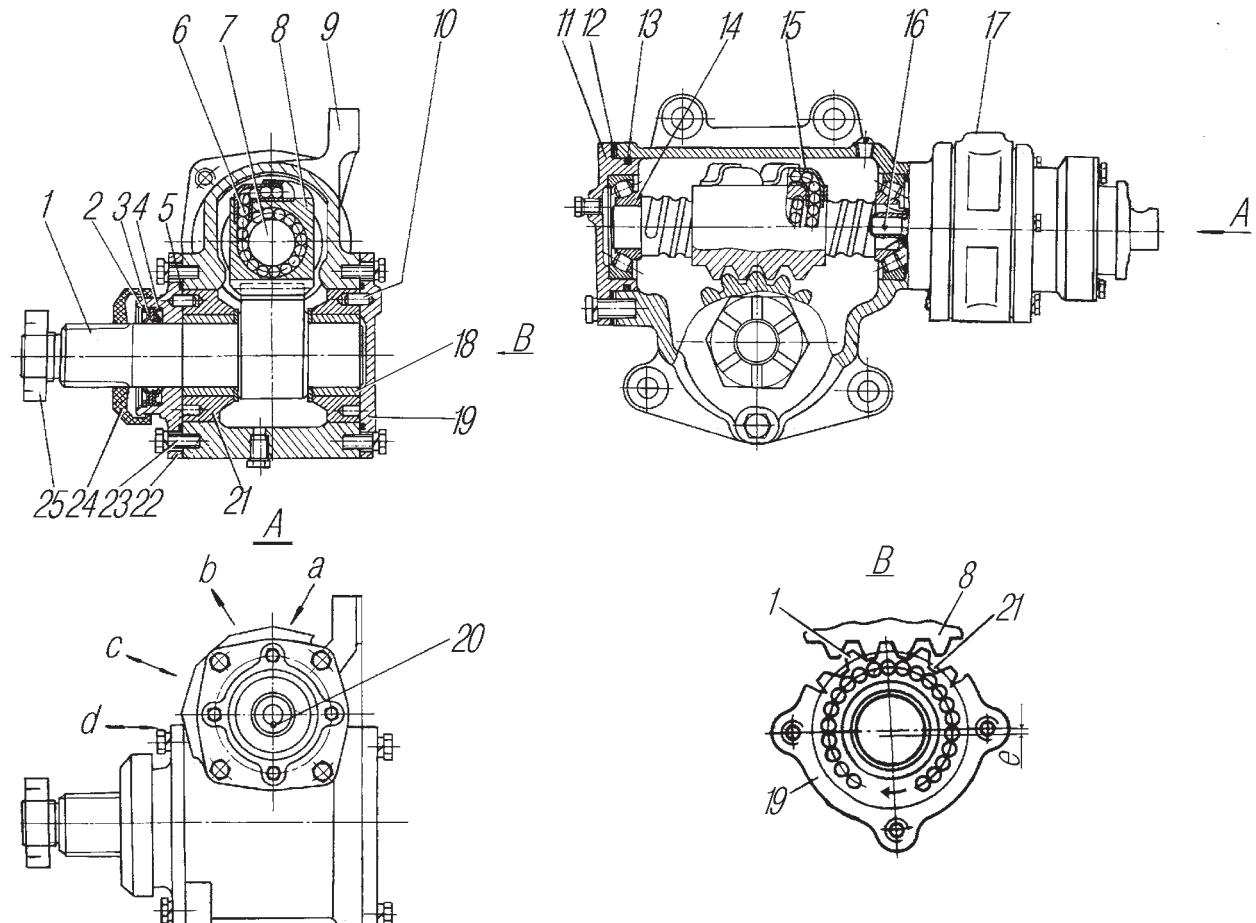
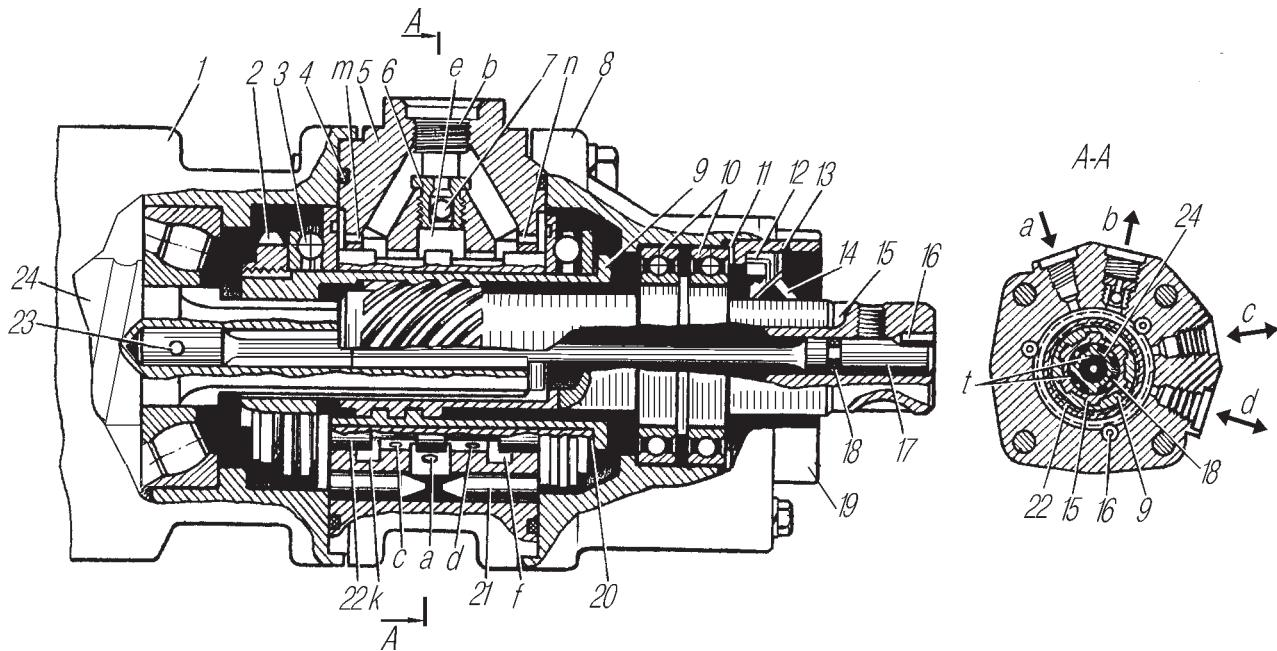

Рис. 59. Механизм рулевой (винт-шариковая гайка-рейка-сектор):
Рис. 60. Распределитель гидроусилителя руля:
Рулевой механизм с распределителем (рис. 59) включает в себя винт 7 и шариковую гайку — рейку 8, находящуюся в зацеплении с сектором 1. Полукруглые винтовые канавки на винте и гайке — рейке образуют канал, заполненный при сборке механизма шариками 6 высокой точности.
Распределитель (рис. 60) установлен на рулевом механизме.
Рабочая жидкость от насоса поступает к средней канавке «е» (см. рис. 60). Поскольку в этом положении золотника канавки «е», «к» и «f» соединяются между собой, то масло, заполняя их и реактивные камеры, из распределителя через крайние канавки «к» и «f» и отверстие «б» сливается в масляный бак.
Из штоковой полости усилительного механизма жидкость по трубопроводам, через канал «c» (см.рис. 60) распределителя поступает в кольцевую канавку «k» и далее через отверстие «b» сливается в бак.
В рулевом механизме (см.рис. 59) регулируйте натяг в подшипниках 14 и зазор в зацеплении гайки-рейки 8 с сектором 1.
1. Перед регулировкой натяга в подшипниках 14 закрепите рулевой механизм в тисках за проушины картера, отсоедините карданный шарнир 28 (см.рис. 57). Вращением вала 15 (см.рис. 60) установите гайку-рейку 8 (см.рис. 59) и сектор 1 в одно из крайних положений. Определите момент, необходимый для проворачивания вала 15 (см.рис. 60) из крайнего положения в среднее (вал проворачивайте на угол примерно 30°). Если момент меньше 0,9 Н.м (0,1 кгс.м), отрегулируйте натяг в подшипниках 14 (см.рис. 59), уменьшив количество прокладок 12. После регулировки момент, необходимый для проворачивания вала 15 (см.рис. 60), должен быть в пределах 0,9-1,5 Н.м (0,1-0,15 кгс.м).
Покачиванием сошки в обе стороны определите наличие зазора (при наличии зазора слышен стук в зубчатом зацеплении). Наличие зазора определяйте также поворотом вала 15 влево и вправо до начала закрутки торсиона 17 при зафиксированном секторе. Для регулировки зубчатого зацепления снимите сошку, крышки 19 (см.рис. 59) и 22 и поверните вкладыши 21 с подшипниками 18 по часовой стрелке (если смотреть со стороны вала сектора) на одинаковый угол так, чтобы исключить зазор в зубчатом зацеплении. После поворота вкладышей одно из отверстий во вкладышах должно располагаться в плоскости, проходящей через диаметрально расположенные резьбовые отверстия в картере 9 для крепления крышек 19 и 22. Установку крышек производите таким образом, чтобы фиксаторы 10 вошли в отверстия во вкладышах 21 и располагались друг против друга. При незначительном несовпадении фиксаторов и отверстий поверните вкладыши в ту или другую сторону до совпадения фиксаторов и отверстий, обратив внимание на отсутствие зазора в зубчатом зацеплении. Крышки 19 и 22 после регулировки могут быть повернуты на 90° , 180° и 270° относительно первоначального положения.
После установки крышек момент, необходимый для проворачивания вала 15 (см.рис. 60) в среднем положении, должен быть в пределах 2,7-4,1 Н.м (0,27-0,41 кгс.м).